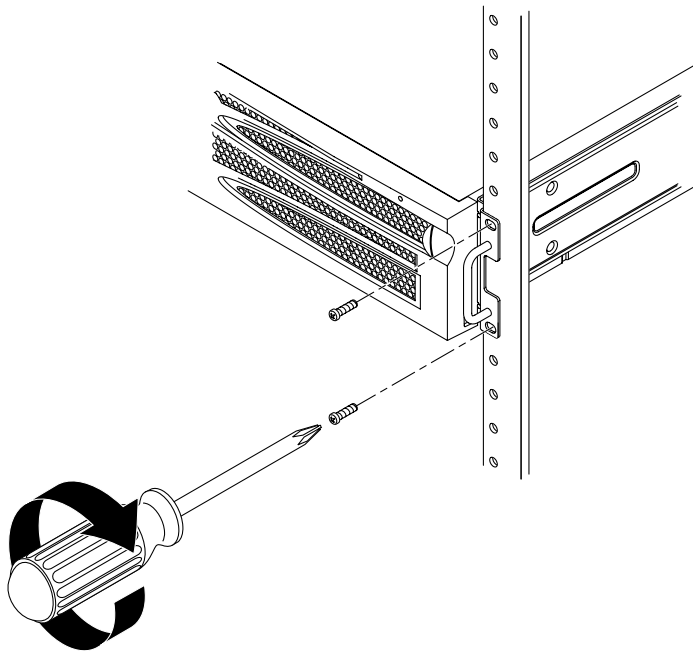

FIGURA 3-4 Fijación de la parte frontal del servidor al bastidor
7. Con dos tornillos por cada lado, fije el frontal de los soportes de montaje fijo acoplados a los lados del servidor en la parte frontal del bastidor (FIGURA 3-4). El tamaño de los tornillos varía, según el bastidor.